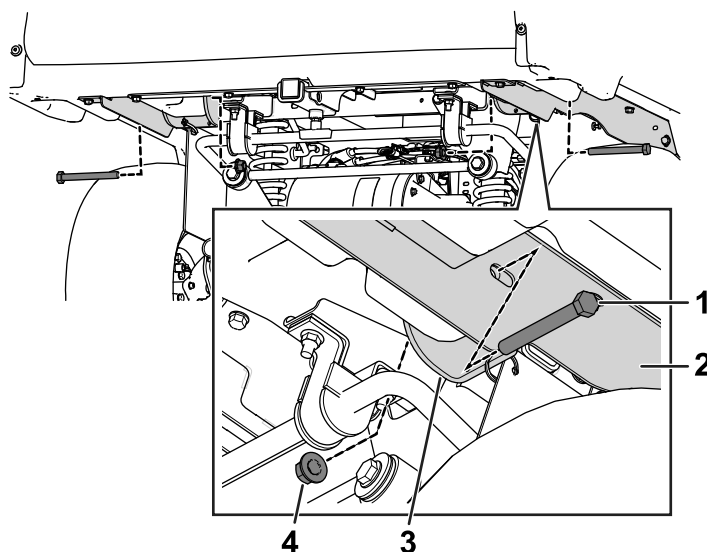

Рисунок 6
7. Осторожно опускайте грузовой кузов до тех пор, пока отверстия в кронштейнах поворота не совпадут с монтажными отверстиями в опорах грузового кузова (Рисунок 6).
8. Используйте 2 болта ($\frac{1}{2} \times 4\frac{1}{2}$ дюйма) и 2 фланцевые гайки, чтобы прикрепить правую и левую опоры грузового кузова к кронштейнам поворота (Рисунок 6).